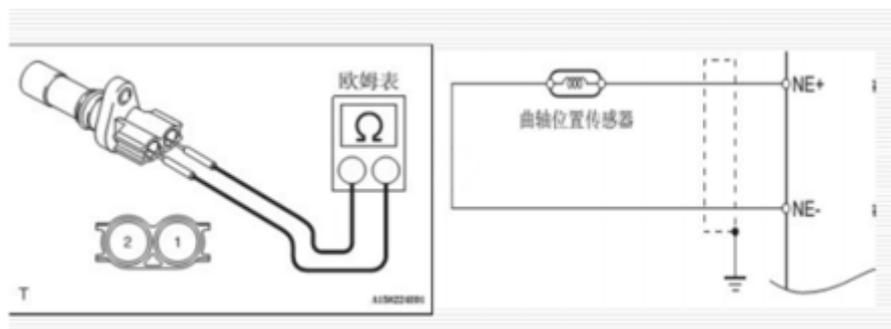

图 4-1-2 曲轴位置传感器电阻检测
(1) 关闭点火开关。
(2) 拔下曲轴位置传感器连接器插头。
(3) 用万用表 $\Omega$ 档检测曲轴位置传感器两端子间的电阻值，若阻值在  $400\sim 2500\Omega$  之间，应为正常。若电阻为无穷大，说明传感器线圈断路，应更换传感器。传感器线圈电阻检测方式如图 4-1-2 所示。